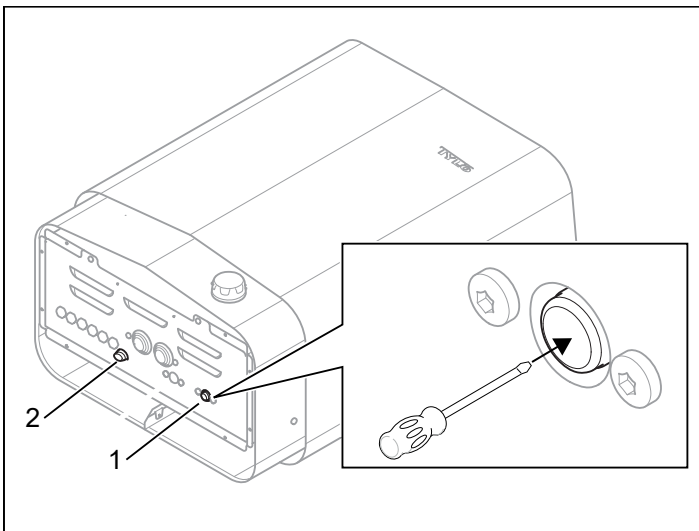

Abbildung 6: Zurücksetzen des Überhitzungsschutzes
• **Heizung** - Der Überhitzungsschutz in der Heizung soll verhindern, dass Bauteile, Heizstäbe und Hölzer in der Sauna zu heiß werden. An der Unterseite der Heizung gibt es eine rote Reset-Taste, die gedrückt werden muss (siehe Abb. 6). Wenn die Abschaltung ausgelöst wurde, ist ein Widerstand beim Drücken der Taste zu spüren und es macht „Klick“. Wenn keine Abschaltung ausgelöst wurde sowie nach dem Reset fühlt sich die Taste elastisch an.